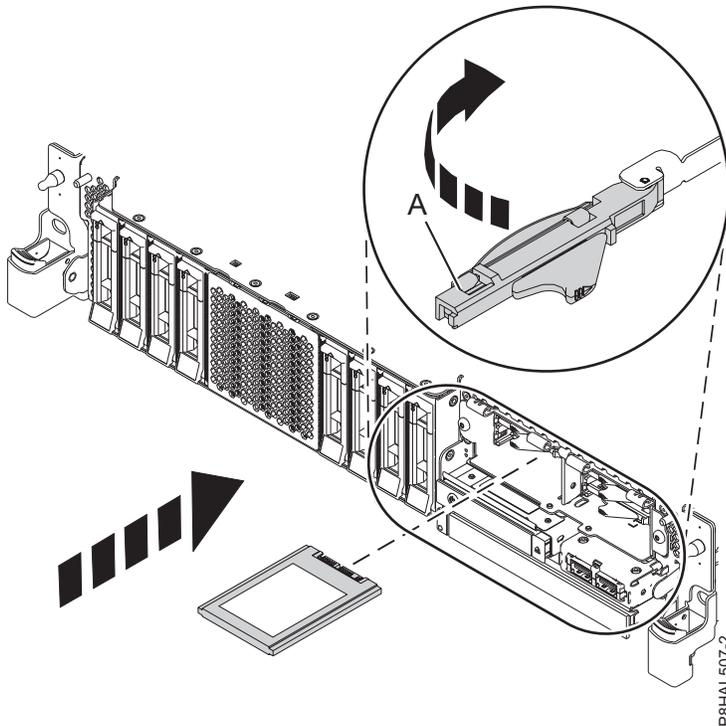

Figura 97. Sustitución de una SSD en un sistema de función ampliada
15. Con el asa de la bahía de unidad SSD (**A**) en la posición de desbloqueo, tire de la palanca hacia afuera para acceder a los rieles de guía de la ranura de SSD. Sostenga la SSD por la parte inferior mientras la alinea con los rieles de guía de la ranura de SSD. Consulte la Figura 97 en la página 100.
19. Bloquee la unidad girando el asa de la bahía (**A**) en la dirección que se muestra en la Figura 97 en la página 100.